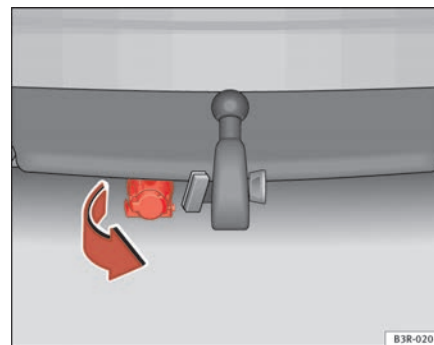

Fig. 155 Parachoques trasero: Pivotar hacia abajo la toma de corriente para el remolque
- Bascule hacia abajo la toma de corriente que se encuentra bajo el parachoques para conectar los cables del remolque ⇒ página 201, fig. 155.